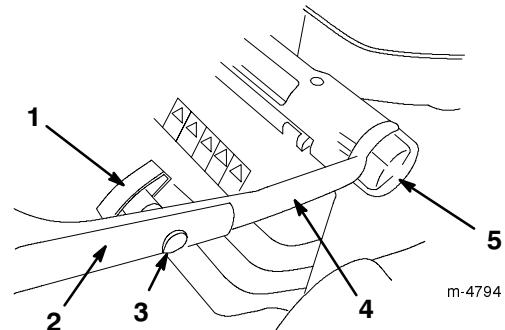

Figura 2
1. Afloje los pomos de ajuste de altura del manillar y gire la parte inferior del manillar hacia la parte trasera del cortacésped hasta que encaje en un de los ajustes de altura del manillar, según muestra la Figura 2. Para ajustar la altura del manillar, consulte Ajuste de la altura del manillar en la página 9.
3. Instale la parte superior del manillar en la parte inferior con los pernos de cabeza ovalada y los pomos, según muestra la Figura 2. **Apriete firmemente los pomos del manillar.**